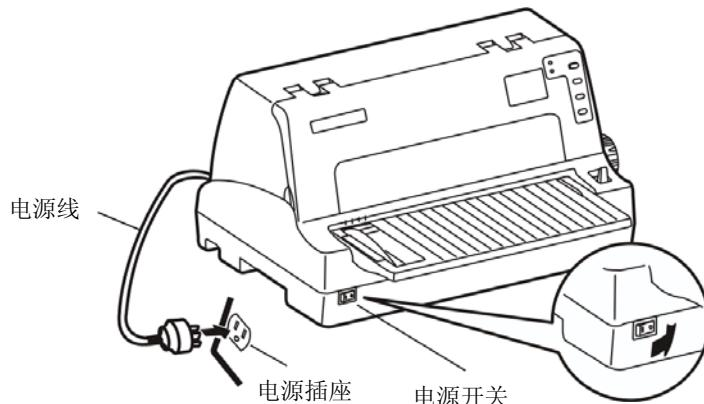

图 2-15 连接电源线
1. 如图 2-15 所示, 确保打印机为关机状态(当开关按下一侧在“O”标注处时为关机状态)。